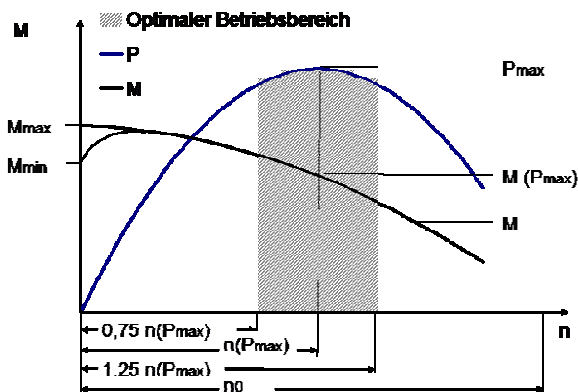

Bild 1
- Bild 1 - Leistung P und Drehmoment M über der Drehzahl n